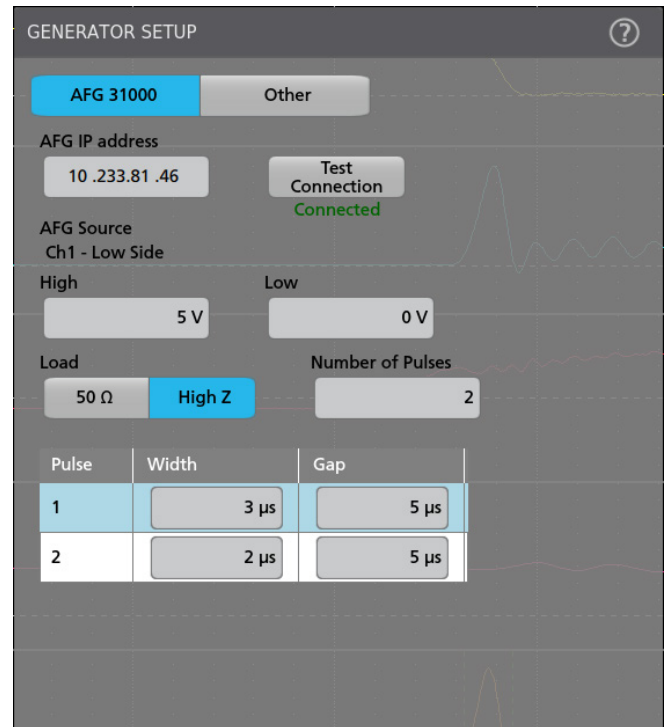

图 15: 除了 AFG31000 的前面板控制外，还可以通过示波器上的 DPT 应用程序使用 LAN 连接控制发生器。
- **AFG31000 系列任意 / 函数发生器：**提供双脉冲测试应用程序，可快速生成具有不同脉冲宽度的脉冲。下一节将描述此功能。AFG31000 系列具有双输出，并且可以作为独立于示波器的通用函数发生器使用。在本应用指南中，AFG31000 通过前面板控制，但它也可以通过 LAN 连接，并通过 4、5 或 6 系列 MSO 上的 WBG-DPT 双脉冲测试应用程序进行控制。**图 15** 显示了通过 LAN 连接的 AFG 的配置菜单。